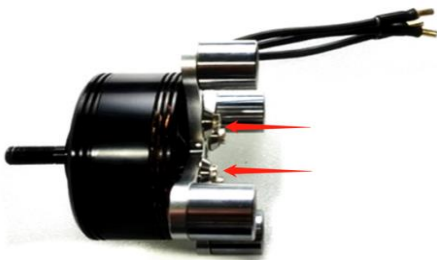
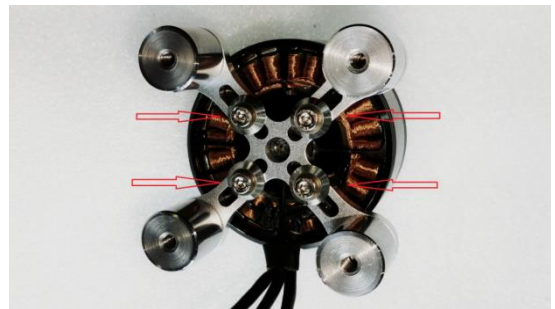

图2.1.3 电机与电机安装座紧固侧视图
图2.1.4 电机与电机安装座紧固俯视图
(2) 使用4颗紧固螺栓加304鱼眼垫片将电机紧固在电机座上，如图2.1.3和图2.1.4所示：